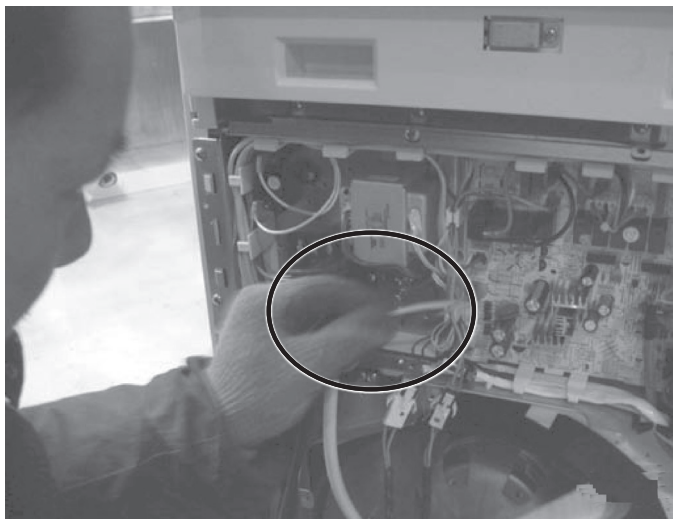

图 6-18 取下室外机接线端子
6) 在室内机接线端子处取下室外机的连接线，如图 6-18 所示，更换熔丝管后试机，室内机运行正常，说明短路故障在室外机。